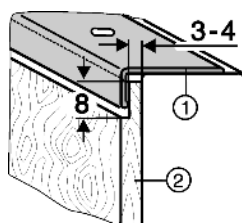

Fig. 9
- Pour les panneaux décor Fig. 9 (2) plus épais, réduire leur épaisseur à 4 mm maximum comme l'indique l'illustration.